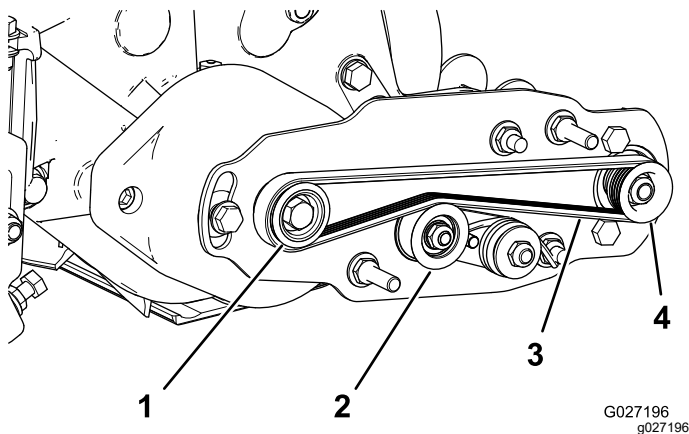

Figura 14
- Passe a correia em redor da polia da transmissão e, em seguida, sobre a parte superior da polia intermédia (Figura 14).